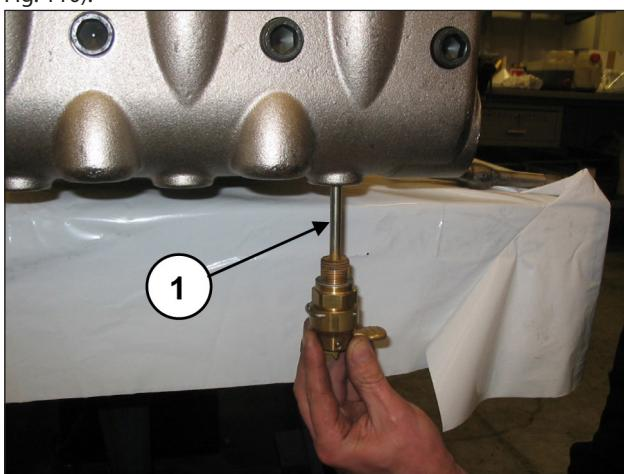
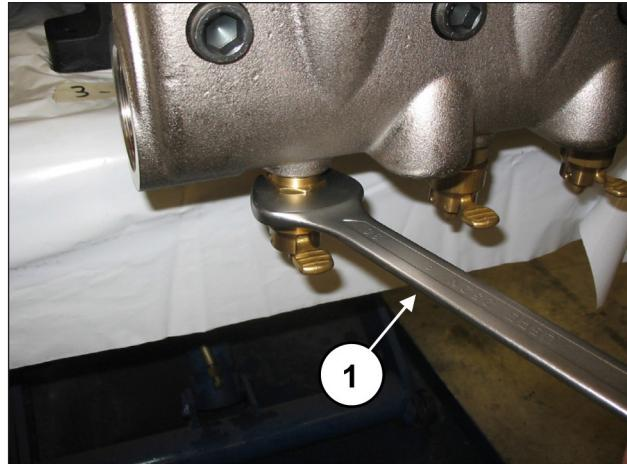

Fig. 109
Fig. 110
Aplique os dispositivos de abertura da válvula (pos. ①, Fig. 109) e solte-os mediante a chave de 30 mm (pos. ①, Fig. 110).